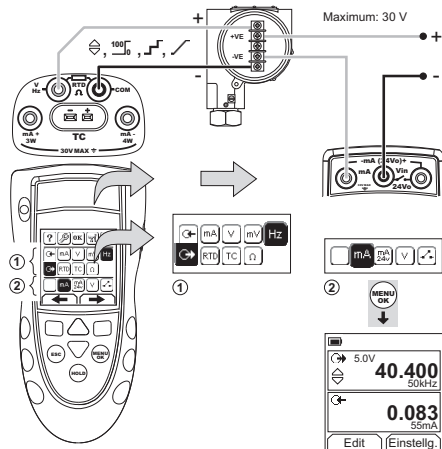

**Abbildung 9: Beispielkonfiguration: Messen/Simulieren der Temperatur (°C/°F) oder der mV-Werte eines Thermoelements**
Schließen Sie die Anschlussleitungen des Thermoelements an den entsprechenden Thermoelement-Minianschluss an (Abbildung 9). Der breitere Kontakt ist der negative. Verbinden Sie dann den Anschluss mit dem Gerät.
1. Schließen Sie das Gerät an (Abbildung 9) und ändern Sie ggf. die Option Konfig. (Tabelle 1).